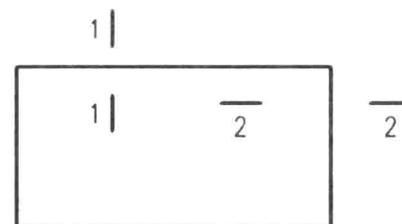

图1-2 断面剖切符号
- (1) 断面的剖切符号应只用剖切位置线表示, 并应以粗实线绘制, 长度宜为6-10mm。
- (2) 断面剖切符号宜采用阿拉伯数字, 按顺序连续编排, 并应注写在剖切位置线的一侧; 编号所在的一侧应为该断面的剖视方向(图1-2)。